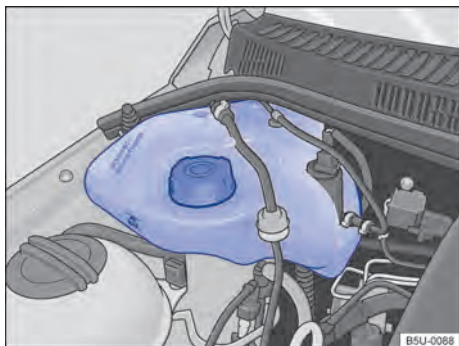

Fig. 209 No compartimento do motor: reservatório de gasolina para o sistema de partida a frio.
O reservatório de gasolina do sistema de partida a frio encontra-se no compartimento do motor, no lado direito → **Fig. 209**.
- Nunca ultrapassar a marca “MAX” indicada no reservatório → **Fig. 209**.